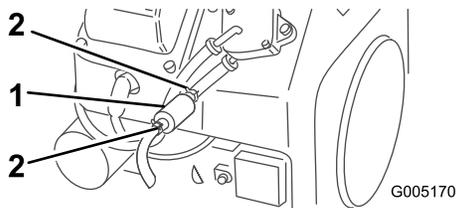

図 30
4. 古いフィルタのクランプをゆるめて脇に寄せる **図 30**。
5. 燃料ラインの下に回収容器を置き、燃料ラインからフィルタを外す **図 30**。